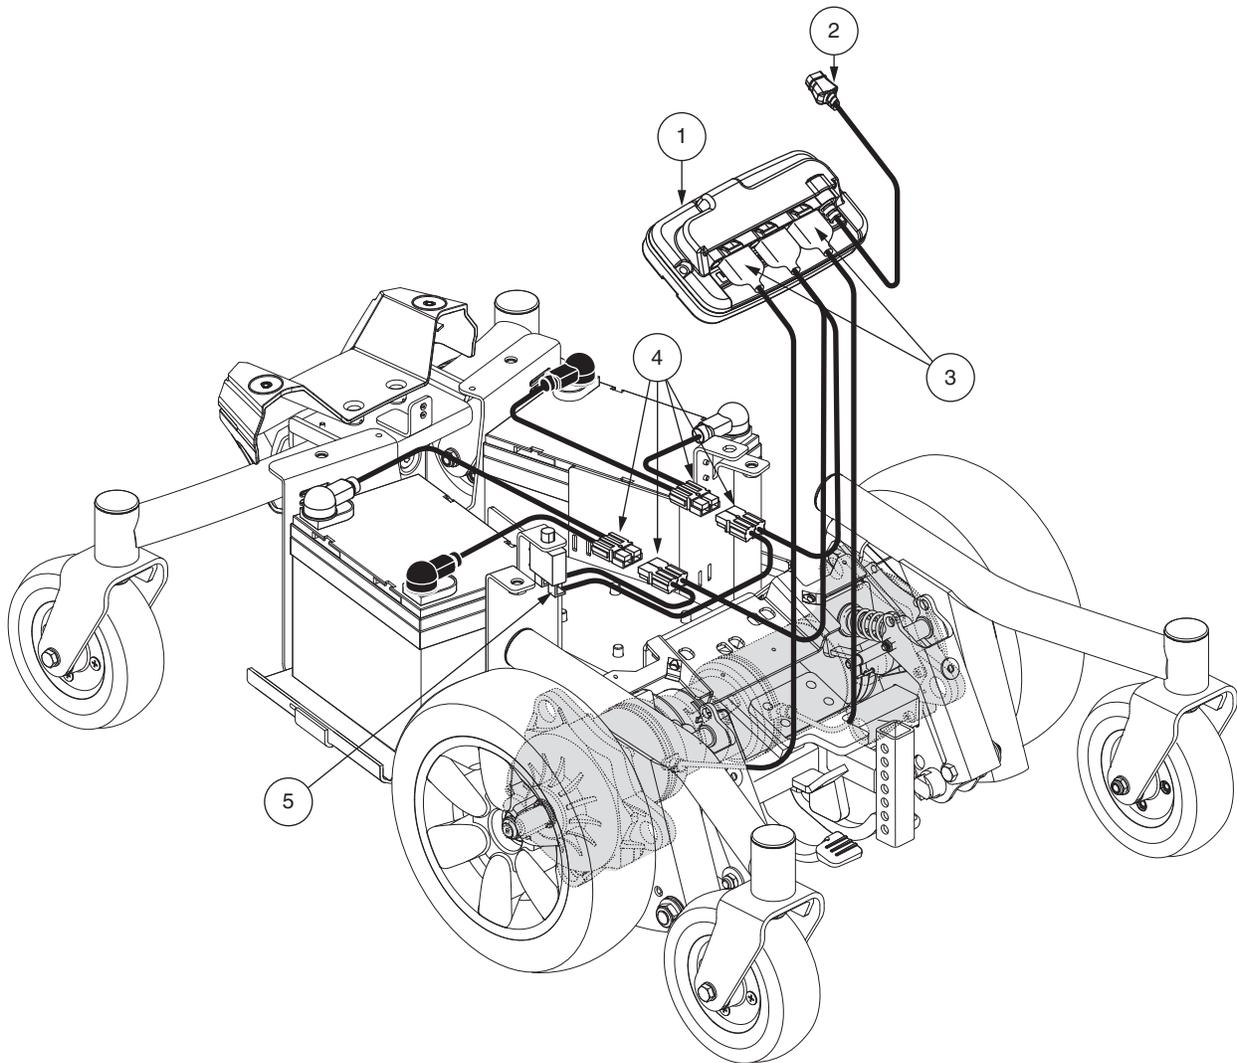

Figura 3. Componentes eléctricos (Torre del asiento con controlador GC3)
4. Enchufe el cable del regulador al conector de la base eléctrica. Ver **figura 3** o **4**.
10. Enchufe el cable del regulador al conector de la base eléctrica. Ver figura 3 o 4.